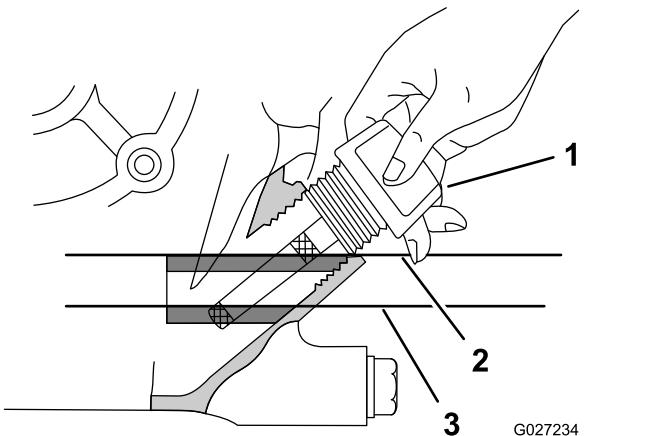

Figura 16
- Inserite l'asta di livello dal motore, come illustrato nella Figura 16.